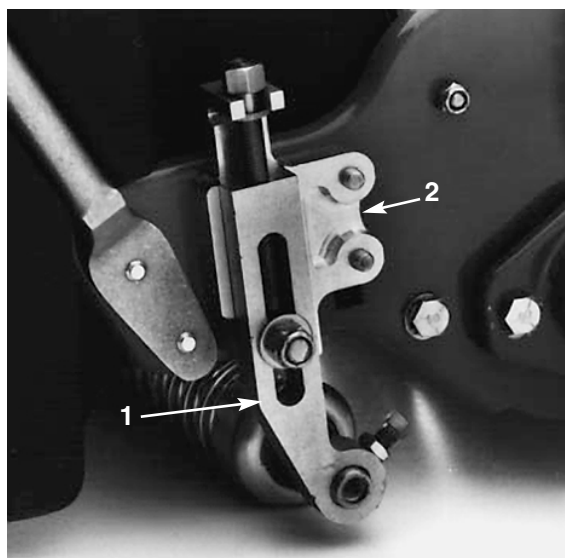

Fig. 6
2. Allentare i dadi autobloccanti che fissano i bracci dell'altezza di taglio alle staffe dell'altezza di taglio (Fig. 6).